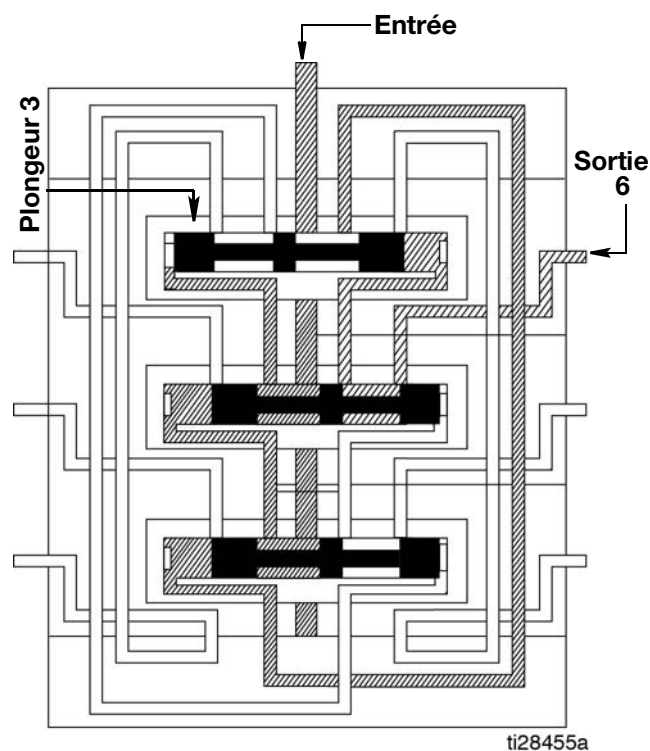

FIG. 12
2. Le plongeur 3 s'ouvre en fournissant du lubrifiant à la sortie 6 (FIG. 12).